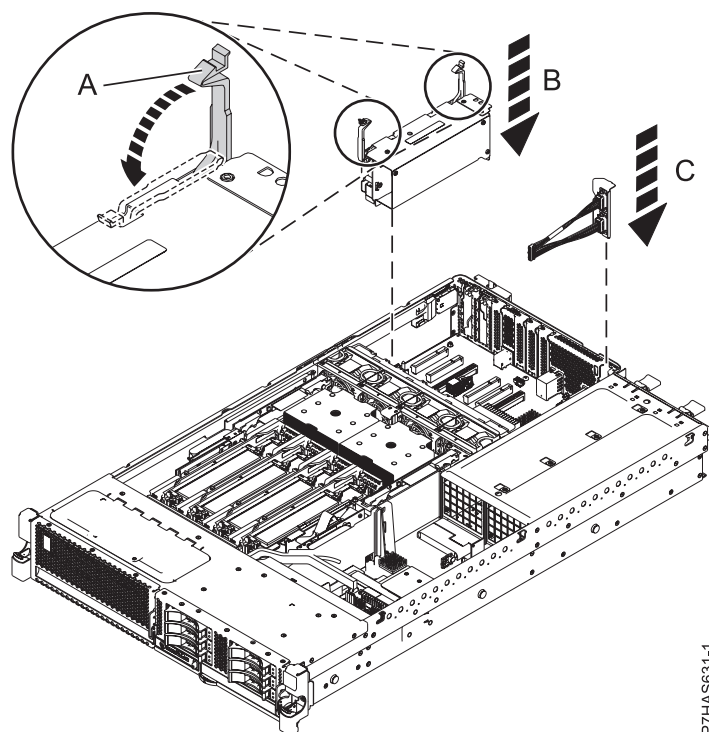

Figure 8. Remise en place de l'adaptateur GX à code dispositif EJ0G dans un système
1. Préparez l'installation du nouvel adaptateur en tirant sur les taquets (A) de l'adaptateur (B) afin de les mettre en position ouverte. La figure 8 illustre l'installation de l'adaptateur GX à code dispositif EJ0G sur le système. L'adaptateur GX++ FC EJOG (adaptateur IB2 12X 2 ports avec câble SPCN 2 ports) est installé dans l'emplacement GX 2 et l'assemblage de câble SPCN 2 ports FC EJ0G est installé dans l'emplacement GX 1 (P1-C1).
2. Saisissez avec précaution le nouveau bloc d'adaptateurs GX à code dispositif EJ0G par ses taquets en plastique (A), comme illustré dans la figure 8, et alignez-le avec l'emplacement GX 2 et son connecteur sur le fond de panier système.
4. Faites pivoter les taquets (A) en position verrouillée, comme indiqué dans la figure 8.